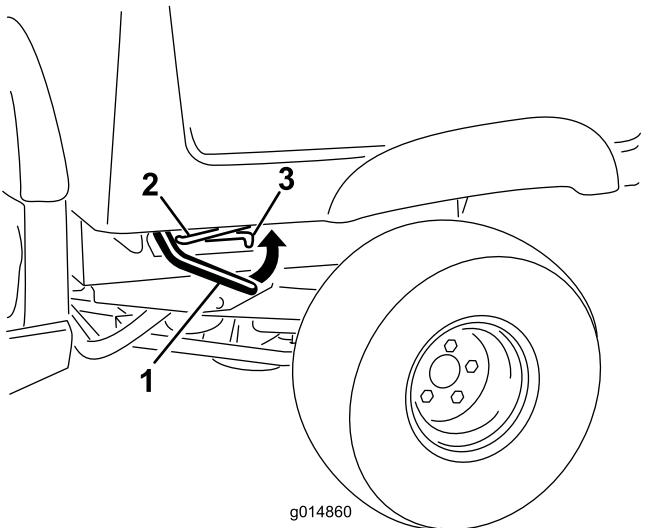

Figure 13
1. Levez le levier de chaque côté du plateau et élevez le plateau (Figure 13).
1. Relevez légèrement le plateau en soulevant le levier de verrouillage (Figure 13).